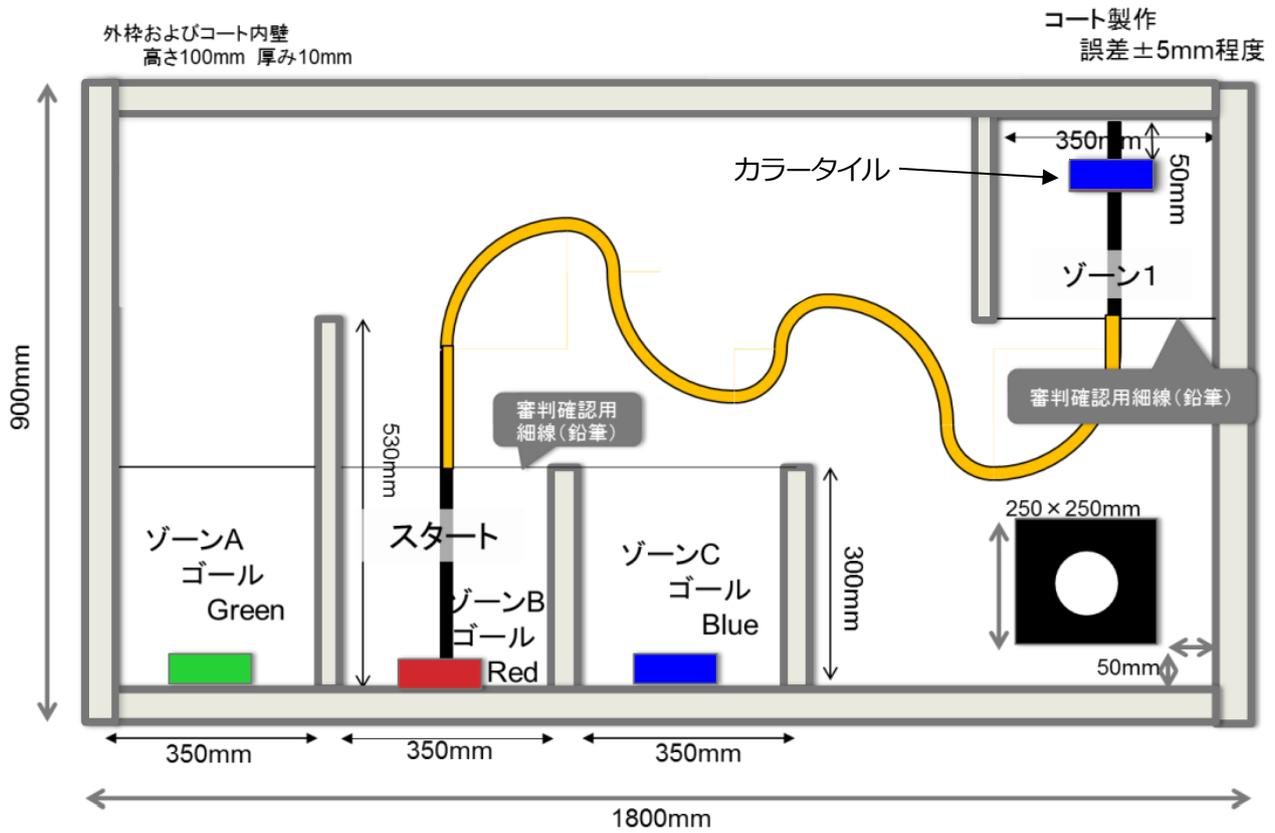

図1 円柱
- ・ 黒■中央の円柱（図1）は、直径50mm高さ100mmの木製の円柱で、コートに固定されている。